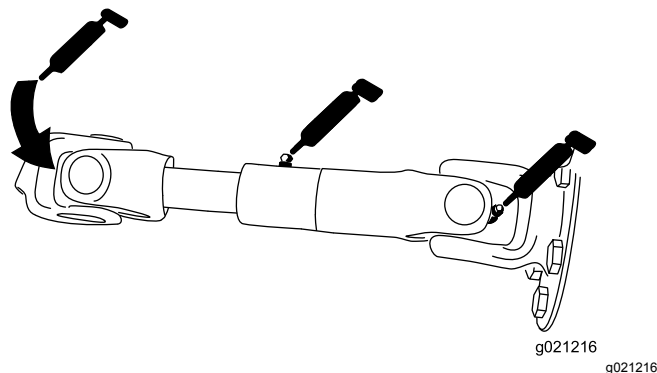

Figura 63
- Albero di trasmissione della pompa (3) (Figura 63)